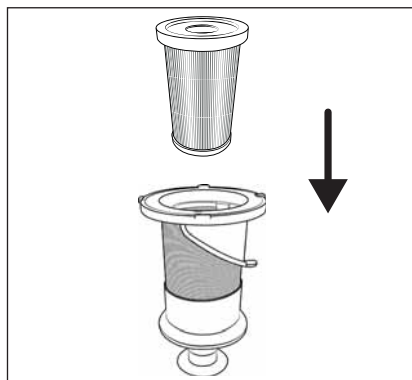

Fig. 24
- 7) Insérez le filtre EPA **5** dans le filtre en acier inoxydable **6** (voir fig. 24).